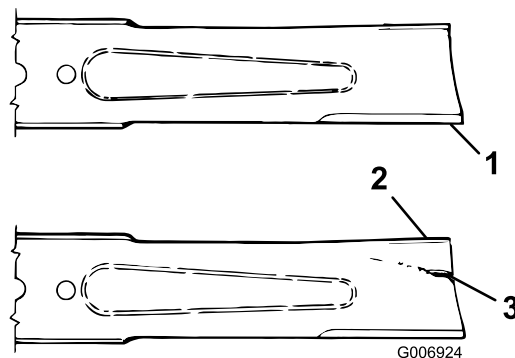

Figura 31
2. Controllate i taglienti (Figura 31). Se i taglienti non sono affilati o presentano intaccature, togliete le lame ed affilatele; vedere Affilatura delle lame (pagina 29).
3. Controllate le lame, in particolare l'area curva (Figura 31). In caso di danni, usura o scanalature nell'area (Figura 31), montate immediatamente una nuova lama.